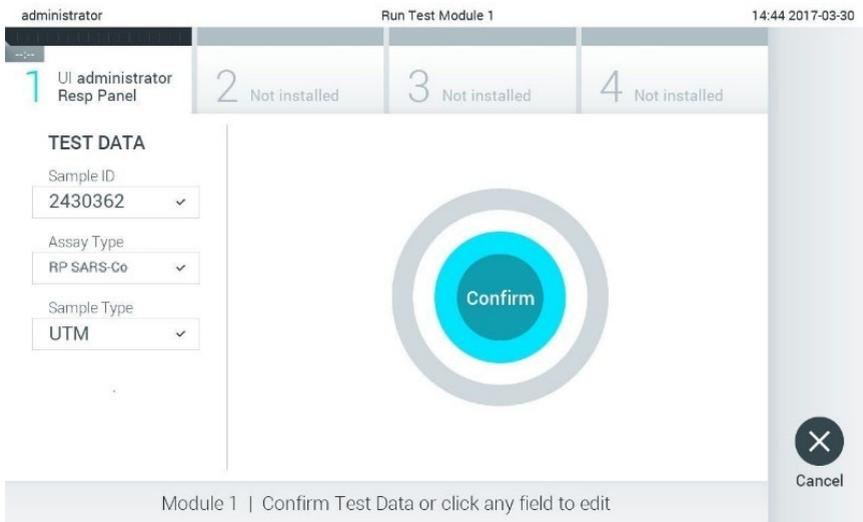

Abbildung 47. Bestätigen der Dateneingabe.
10. Drücken Sie auf Confirm (Bestätigen), wenn alle angezeigten Daten korrekt sind. Wählen Sie bei Bedarf das entsprechende Feld, um den Inhalt zu bearbeiten, oder drücken Sie auf Cancel (Abbrechen), um den Test abzubrechen (Abbildung 47).